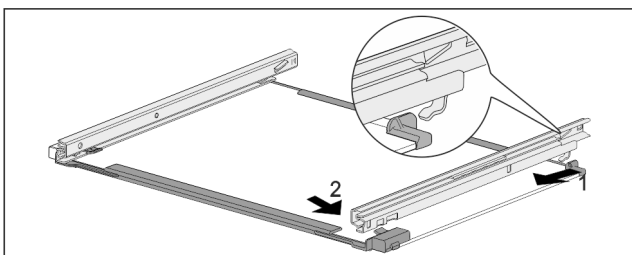

Fig. 192 Glasplatte mit Schienen
- ▶ Schiene hinten einhaken. Fig. 192 (1)
- ▶ Schiene vorne einrasten. Fig. 192 (2)